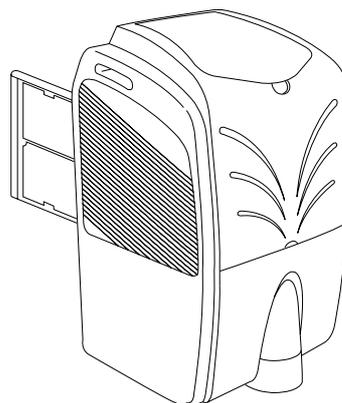

fig. 4
- Para retirar o filtro do ar, extrair o filtro puxando-o (fig.4).